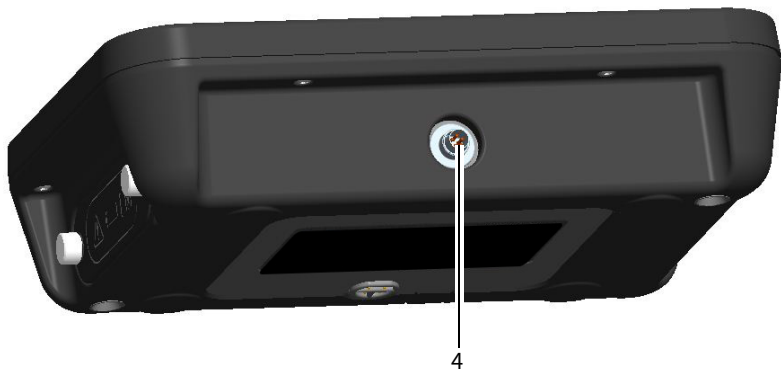

图 3: ADTS Touch 脐带电缆接口
- 用脐带电缆将 ADTS Touch 接头 (4) (见图 3) 连接至 ADTS。